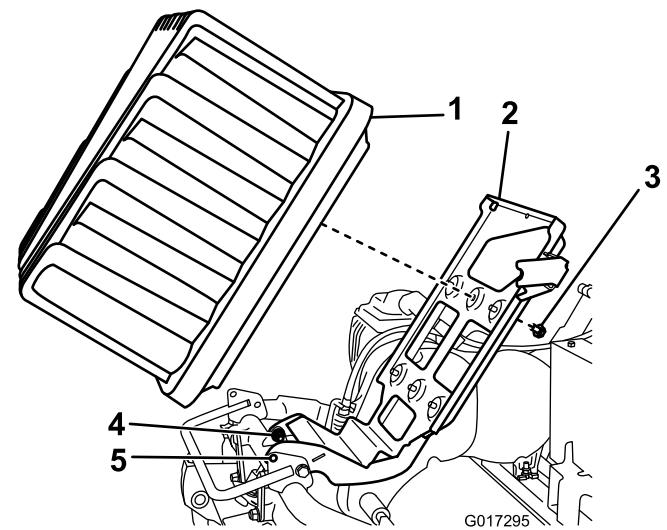

Figura 13
5. Afloje los 2 pernos/tuercas de pivote media vuelta cada uno (Figura 13).
- Levante la bandeja de la batería hasta que los taladros de bloqueo de la base y del bastidor queden alineados (Figura 13).